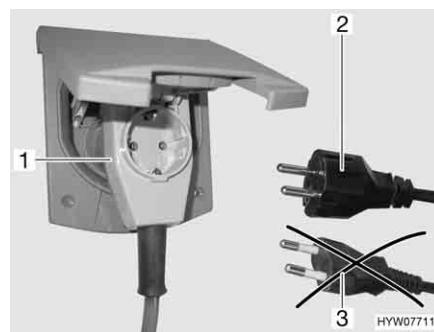

Fig. 69 Collegamento ad un connettore ad angolo provvisto di presa
- Se si impiega un connettore ad angolo CEE 17 provvisto di una presa integrata sulla parte posteriore (Fig. 69,1), utilizzare esclusivamente una spina IP 44 gommata e sigillata con contatto di terra (Fig. 69,2). Non utilizzare spine senza contatto di terra (Fig. 69,3). Pericolo di scarica elettrica!